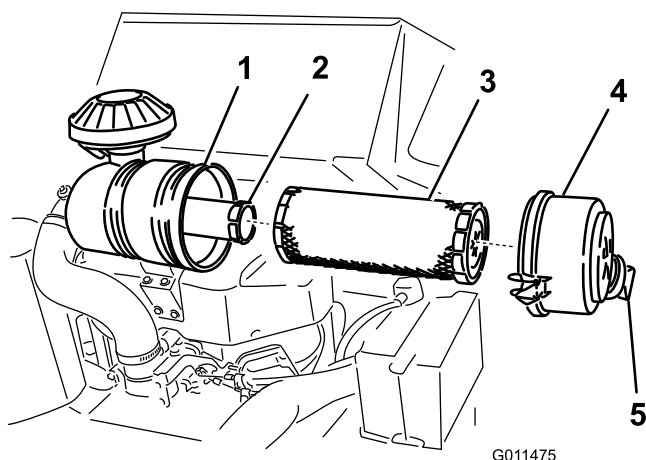

Figura 33
3. Rilasciate i dispositivi di fermo del filtro dell'aria e togliete il coperchio dal corpo del filtro (Figura 33).
1. Estraiete con cautela il filtro primario dal corpo del filtro dell'aria (Figura 33). Non urtate il filtro contro il corpo.
4. Se sostituite il filtro di sicurezza, fate scorrere delicatamente il nuovo filtro nel corpo del filtro (Figura 33).
5. Montate con cautela il filtro primario sul filtro di sicurezza (Figura 33). Verificate che sia inserito a fondo, premendo sul bordo esterno del filtro mentre lo si inserisce.
6. Montate il coperchio del filtro dell'aria con lo scodellino parapolvere orientato come illustrato nella Figura 33, quindi fissate i dispositivi di fermo.